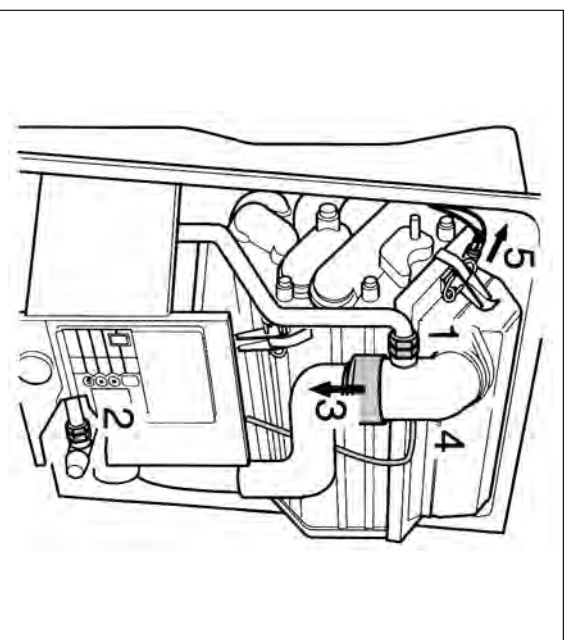

Fig. 35
- 1) Smontare in sequenza (vedi Fig. 35):
- Il bocchettone di fissaggio ugello del gas(pos. 1).
- Il cannotto in PVC della valvola di sicurezza (pos. 2).
- Il manicotto in gomma tra il collettore di miscelazione ed il ventilatore (pos.3).
- Il tubetto al silicone dalla presa di pressione differenziale (pos. 3).
- Il connettore dal termostato di sicurezza (Fig. 35, pos.5).